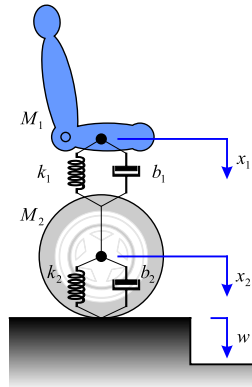

Figura 2-10
**Problema 23** Es vol estudiar el sistema de suspensió d'un vehicle. Per a simplificar el problema a l'anàlisi del sistema en una dimensió, s'utilitzarà un model que representa  $\frac{1}{4}$  del vehicle (el comportament d'una de les rodes). El diagrama que representa aquest sistema és el de la Figura 2-10.